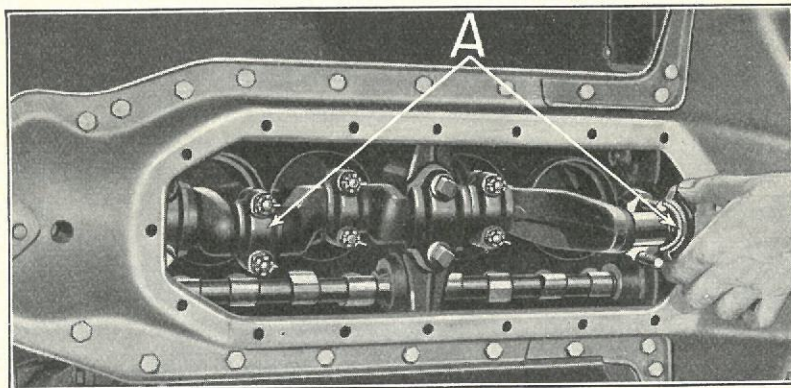

Fig. 229
- 383** Aftag Plejlstangspanderne (Fig. 229-A) fra Plejlstængerne Nr. 1 og Nr. 4 ved at skrue de to Bolte ud, der holder hver Pande. Før Panderne tages af, undersøg da begge Plejlstænger og Pander for at være sikker paa, at de er mærkede. Naar Plejlstænger og Pander er samlede i en ny Motor, mærkes de med et Filemærke, som korresponderer med Nummeret paa Cylindren, i hvilken de arbejder, f. Eks. er Plejlstang og Pande, som